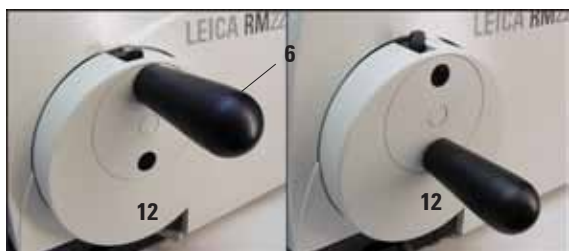

Fig. 4
- Per il centraggio, tirare l'impugnatura (6) leggermente verso l'esterno e ribaltarla nel centro del volano (12) (Fig. 4).